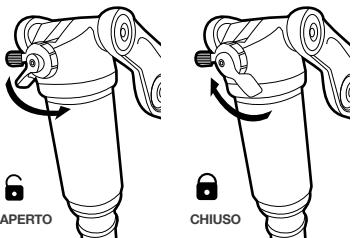

Figura 21. Posizione di apertura e chiusura dell'ammortizzatore
2. Se il lucchetto è aperto, significa che l'ammortizzatore è in posizione di apertura (*Figura 21*).
3. Se il lucchetto è chiuso, significa che l'ammortizzatore è in posizione di chiusura (*Figura 21*).
4. Per cambiare la posizione, è sufficiente spostare la leva blu con l'indice nella direzione indicata dalle frecce in *Figura 21*.